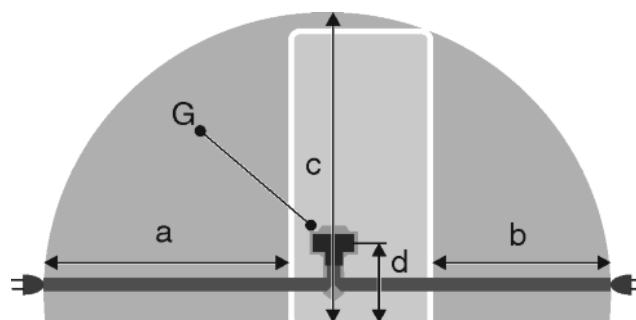

Fig. 23
- La prise de courant est en dehors de la zone postérieure de l'appareil dans la zone concernée. *Fig. 23 (a, b, c)*
- ▶ Introduire la la fiche de l'appareil *Fig. 23 (G)* au dos de l'appareil. Veiller à ce qu'elle s'introduise correctement.